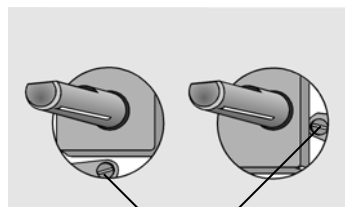

fig. 21
- Se reglează debitul economic cu ajutorul unei șurubelnițe subțiri introdusă în șurubul de reglare(D) până la obținerea unei flăcări de 5 mm (fig.21). În cazul gazului lichefiat (GPL) șurubul de reglare se rotește complet în sensul acelor de ceasornic.